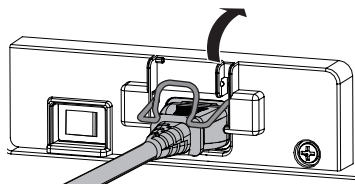

Abb. 1
- Heben Sie die Netzkabelhalterung an, mit der das Netzkabel fixiert ist. (Abb. 1)